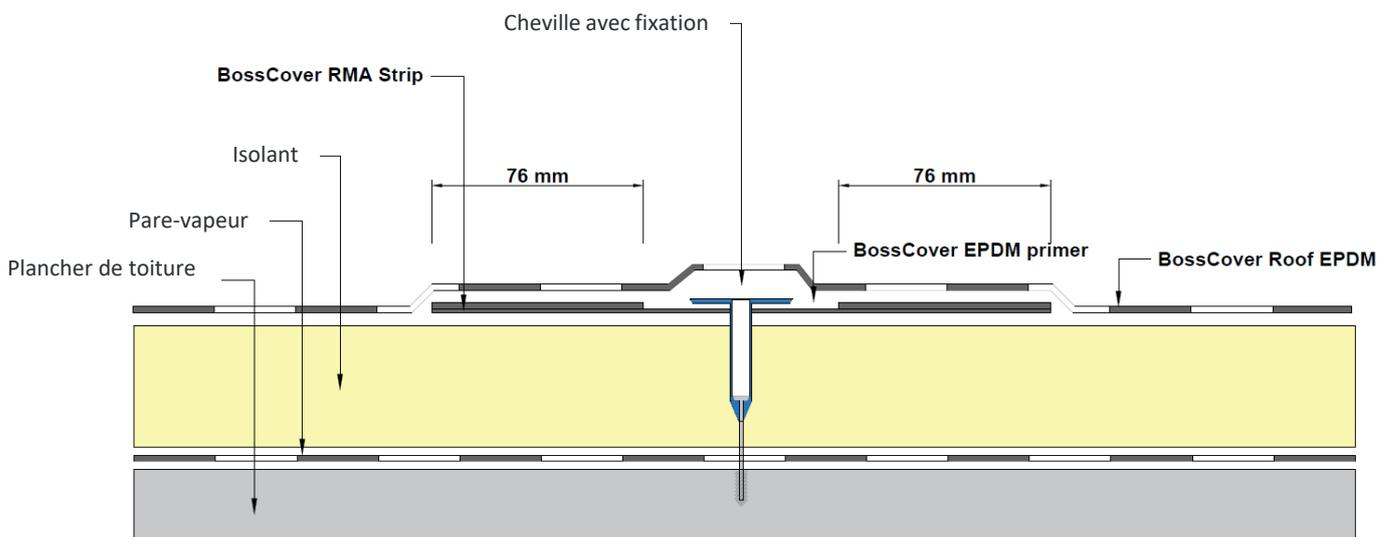

Fig. 5 – Système de fixation dans le pan de toiture
4.2.3.1 Système de fixation dans le pan de toiture (Fig. 5)